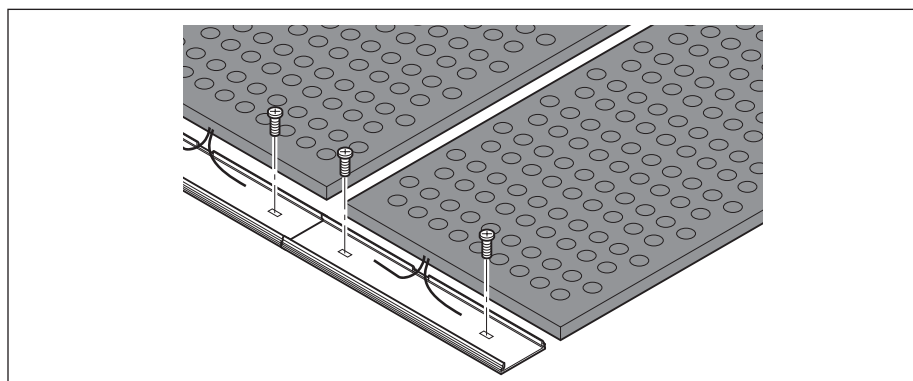

Abb. 5-3: Kabelkanäle montieren
2. Unterteile (1) der Kabelkanäle entlang der angezeichneten Linie anordnen. Beachten Sie dabei Folgendes:
- Der Ausschnitt im Steg eines Kabelkanals muss in Richtung Trittschalter ausgerichtet sein (siehe Abb. 5-3, S. 9)